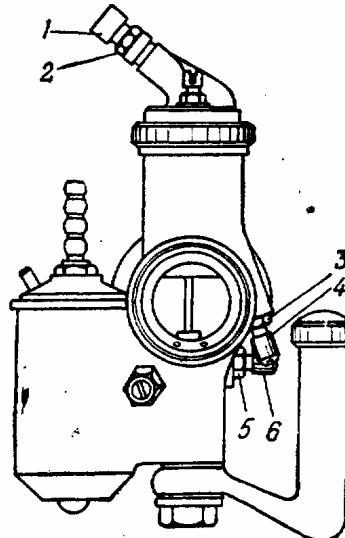

Рис. 15. Карбюратор мотоцикла М-72:
- Сдвинуть защитный резиновый колпачок с направляющей 1 (рис. 15) троса управления дросселем.